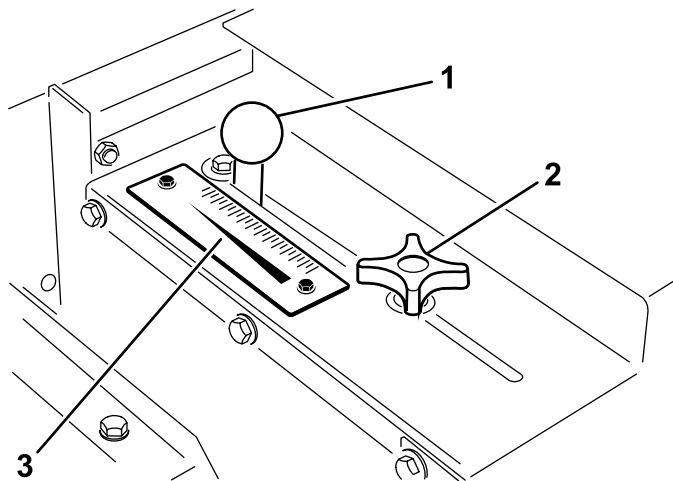

图19
- 充分旋松锁定旋钮图19以便旋钮可在槽中自由滑动。
- 将放料门旋钮图19设置到所需位置并拧紧锁定旋钮以固定调整。
用施用率刻度表图19确定所需的流速。请参阅 沙子施用率 \(页码 14\)。